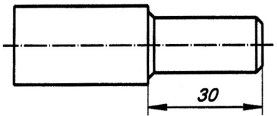

Рисунок 5.14 - Креслення вала після повороту
- 4) у рядку параметрів об'єктів натисніть кнопку "Исходные объекты" (на кнопці повинний зобразитися один прямокутник) і зазначте кут повороту (рис. 5.14).